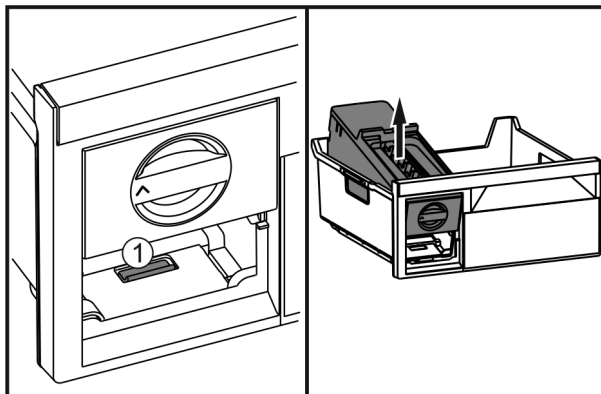

Fig. 60
- ▶ Premere la linguetta Fig. 60 (1), sollevare EasyTwist-Ice da dietro ed estrarlo dal cassetto del congelatore.